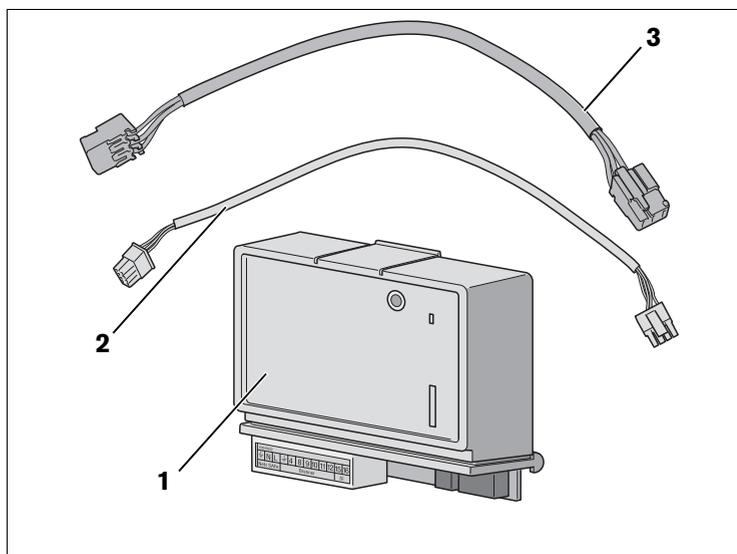

Fig. 2 Contenu de livraison du module de brûleur externe BRM10
- 1 module de brûleur externe BRM10 avec une fiche de brûleur et une fiche de sécurité (fig. 2, **pos. 1**)
- 1 câble bus SAFe Bus (fig. 2, **pos. 2**)
- 1 câble de raccordement au réseau (fig. 2, **pos. 3**)